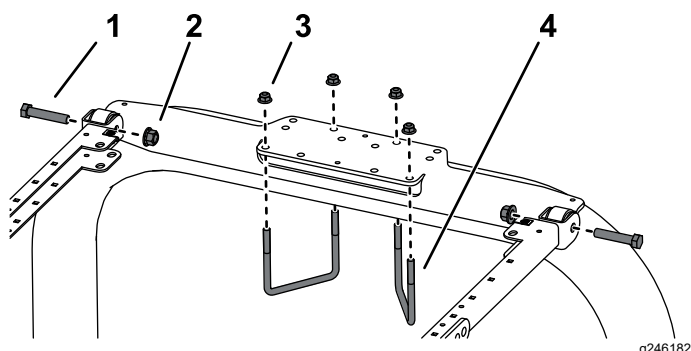

Рисунок 3
1. Установите монтажный кронштейн ROPS на верхнюю часть защитной дуги тягового блока (Рисунок 3).
2. Установите раму в сборе на монтажный кронштейн ROPS (Рисунок 3)
3. Используя монтажные отверстия, показанные на Рисунок 3, прикрепите каждый монтажный кронштейн ROPS к верхней части защитной